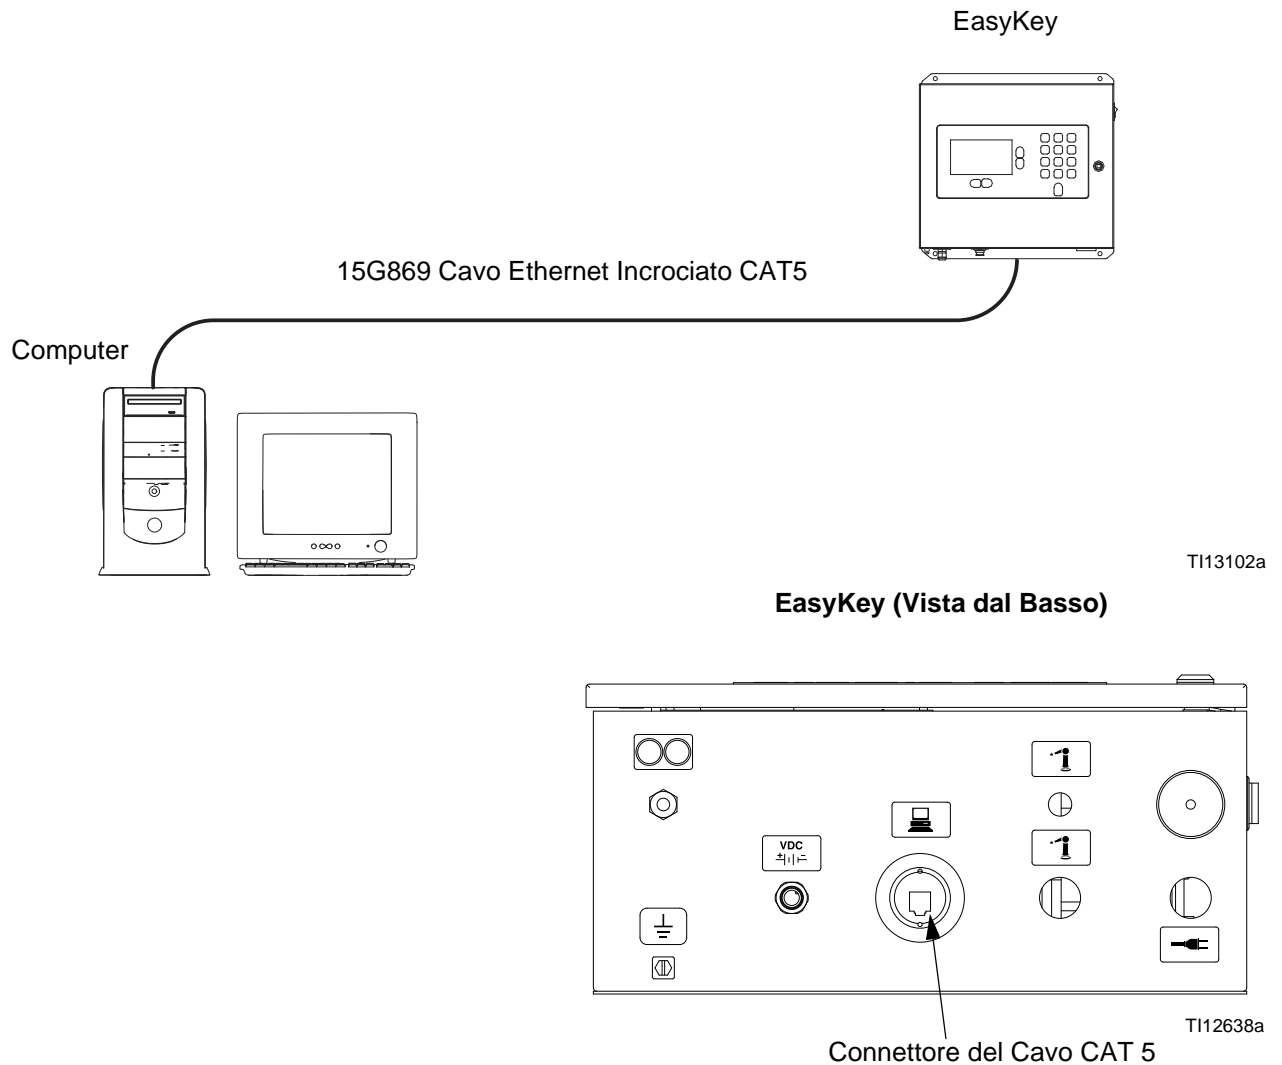

FIGURA 7. Collegamento dell'interfaccia Web base ProMix 2KS/3KS
2. Dopo aver installato l'interfaccia dell'applicazione ProMix, collegare il computer direttamente a EasyKey utilizzando il cavo incrociato Ethernet 15G869 CAT5, in dotazione con EasyKey. Vedere FIGURA 7.
Dalla schermata principale BWI (vedere FIGURA 7) l'operatore può scegliere Configurazione, Software/Reimpostazione o Report.